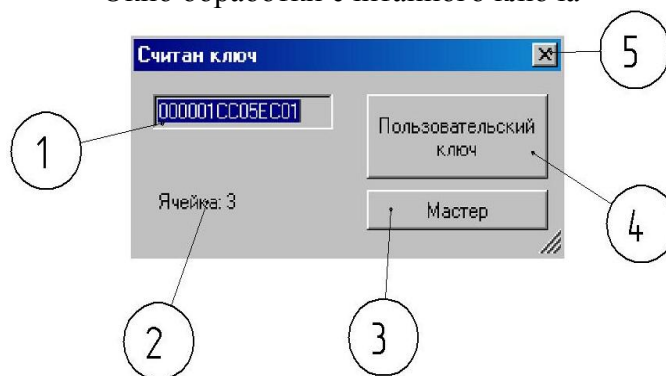

Рис. 11.
- в случае успешного определения ключа ТМ появляется окно (Рис. 11) обработки параметров считанного ключа.